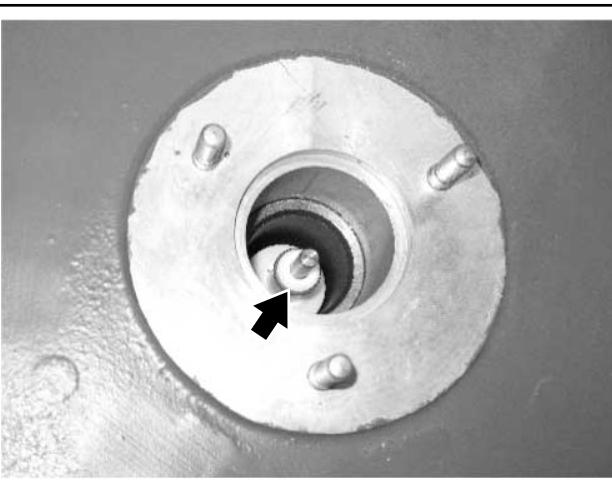

Рисунок 4.05-22: Удлинитель свечи зажигания
8. Вставьте удлинитель в свечу зажигания через крышку клапана с помощью специального захватного устройства (см. Рисунок 4.05-7 и Рисунок 4.05-22).